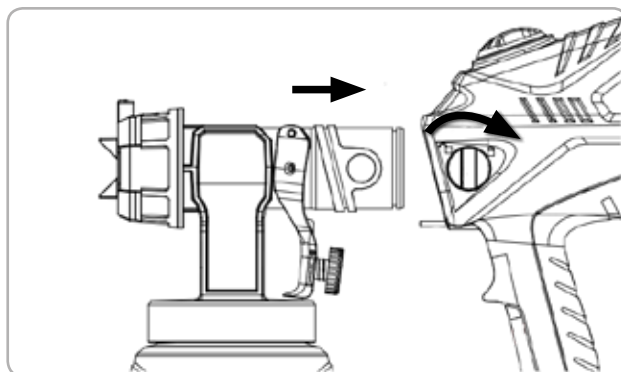

Fig.8
- Împingeți butonul de blocare (Fig. 8) în jos și apoi rotiți butonul în punctul de blocare.